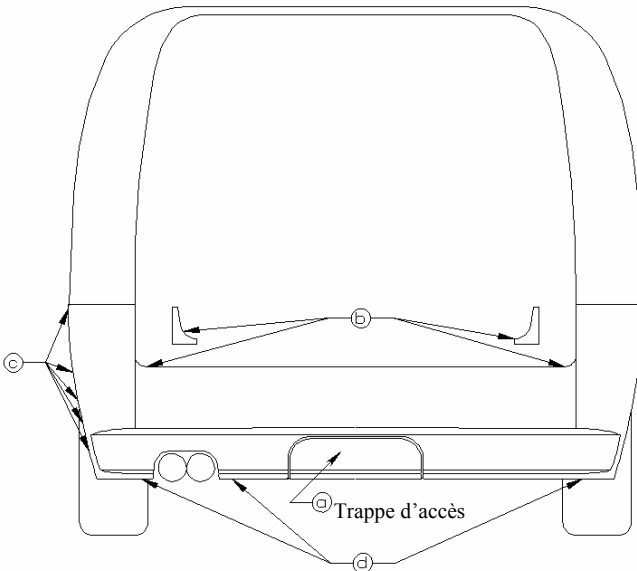

FIGURE 1
- Enlever le plastique de carénage arrière comme illustré à la **Figure 1**: